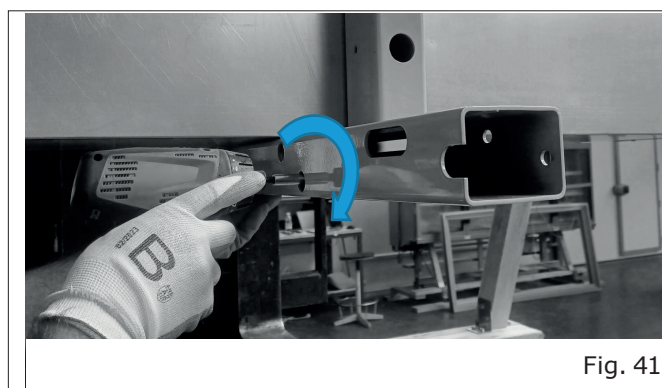
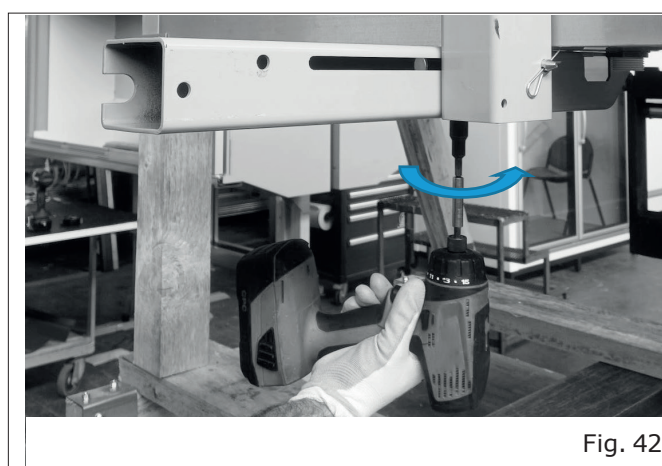
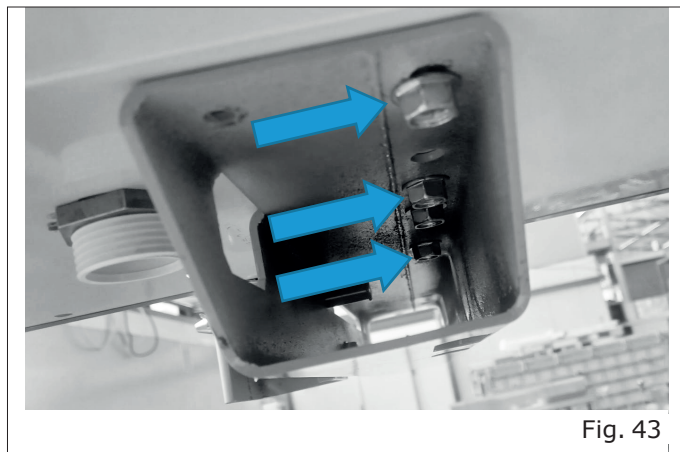

Fig. 41
Fig. 42
Fig. 43
- Fixer le longeron au montant vertical en le maintenant au niveau du bas du banc ("Fig. 41) puis fixez-le sous la base du banc (Fig. 42" et "Fig. 43", "Pag. 30").